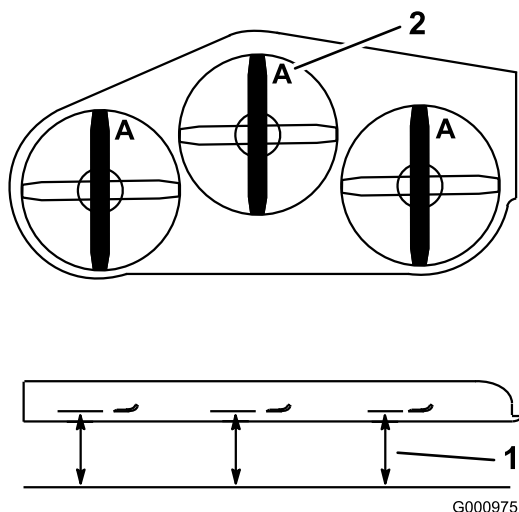

図 78
3. ブレードが前後方向を指すように回転させる。Aの位置で(図 78)、平らな床面からブレードの刃先までの高さを測る。測定値を記録する。